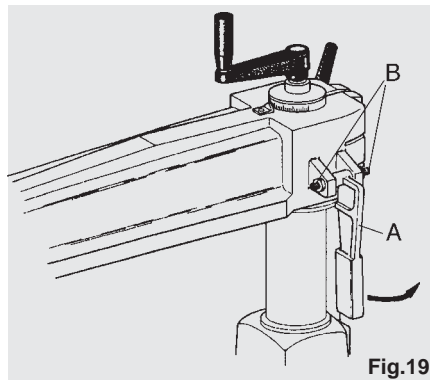

Fig.19
Quitar la palanca (A) del sobre e introducirla entre los tornillos sin cabeza (B) tal como aparece en la fig. 19. Apretar definitivamente en la fase de regulación de la perpendicularidad del brazo con la varilla de tope.